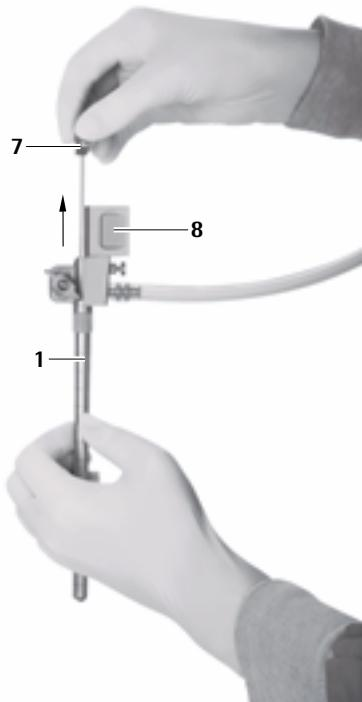

Fig. 9
- Puxar o obturador para canal de trabalho oval 7 com cuidado para fora do trocante MINOP inVent 1, ver Fig. 9.